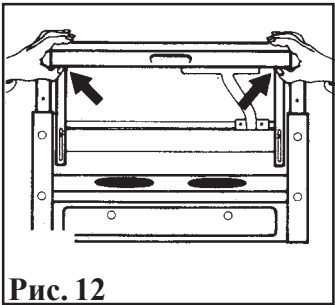

Рис. 12
- Снимите внутреннюю крышку экрана прибора, нажав на оба блокирующих устройства (нажать и потянуть). **Рис.12.**